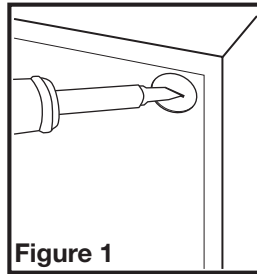

Figure 1
- Choisir un emplacement pour votre ventilateur. Pour garantir la meilleure qualité d'air et performance acoustique, il est recommandé que la longueur de la canalisation et le nombre de coudes soient réduits au minimum, que le rayon de chaque coude soit aussi grand que possible pour l'installation, et que des conduits rigides isolés soient utilisés. Ce ventilateur nécessitera au moins 20,3 cm (8 po) de dégagement dans le plafond ou le mur, et s'installe au travers de cloison sèche d'une épaisseur de jusqu'à 1,9 cm (3/4 po). Le ventilateur s'installe entre 40,6 cm ou 61 cm (16 po ou 24 po) au centre des solives à l'aide des quatre (4) traverses de montage incluses.
- À l'aide d'un tournevis à lame droite, retirez la découpe électrique du boîtier (Figure 1).